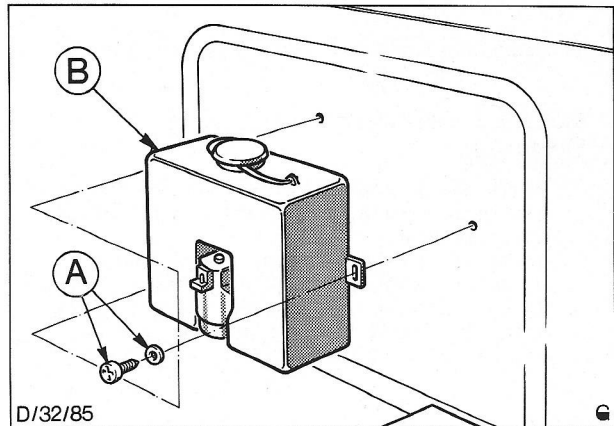

Fig. 42. A - Bevestigingsring en schroef
4. Verwijder de klemmschroef van het reservoir of draai de bevestigingsschroeven van het reservoir los, indien van toepassing. Zie fig. 42.